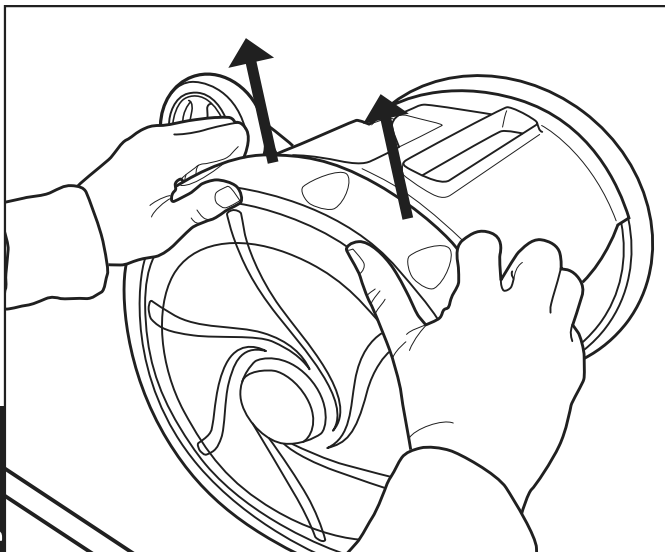

Figure 17. Pousser sur l'intérieur du vieux pneu
1. Avec les doigts, tirer sur l'intérieur du vieux pneu pour retirer le rebord du pneu de la roue. Voir la Figure 17.